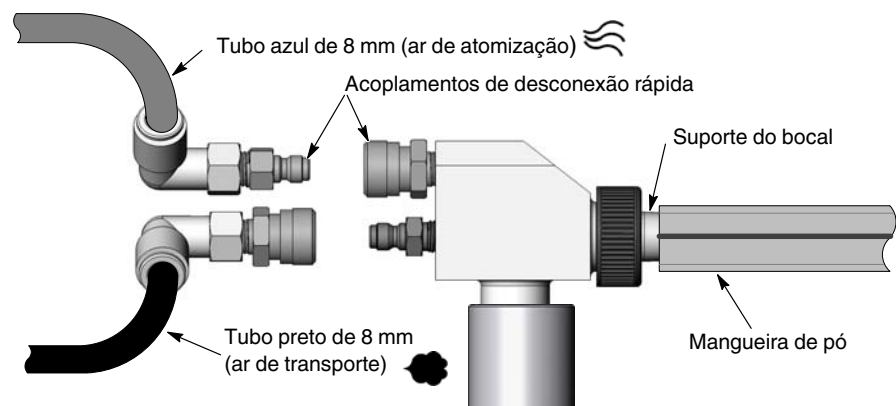

Figura 3-9 Conexões da bomba
1. Consulte a figura 3-9. Ligue o tubo azul de 8 mm do ar de atomização e o tubo preto de 8 mm do ar de transporte às uniões de tubos da bomba como ilustrado.